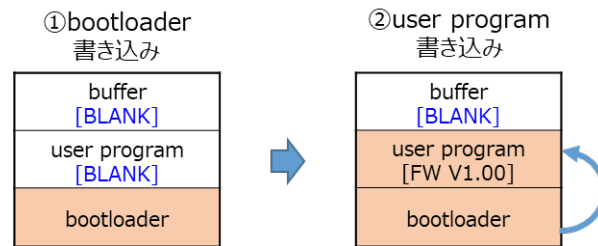

図 1-5 リニアモードのファームウェアアップデートの初期設定
リニアモードのファームウェアアップデートの初期設定の動作を図 1-5 に示します。
本 FIT モジュールでは、内蔵フラッシュに書き込む初期ファームウェアを生成するためのツール (Renesas Secure Flash Programmer.exe) を提供しています。このツールでは、ユーザプログラムのみの初期ファームウェア、およびブートローダとユーザプログラムで構成される初期ファームウェアを生成することができます。ブートローダとユーザプログラムで構成される初期ファームウェアをフラッシュライタなどで内蔵フラッシュに書き込むことにより、図 1-5 の②の状態にすることができます。
また、ブートローダプログラムをビルドし、生成された mot ファイルを内蔵フラッシュに書き込むことにより、図 1-5 の①の状態にすることができます。内蔵フラッシュにブートローダのみを書き込んだ場合は、ブートローダの機能を使ってユーザプログラムのみの初期ファームウェアを内蔵フラッシュに書き込みます。